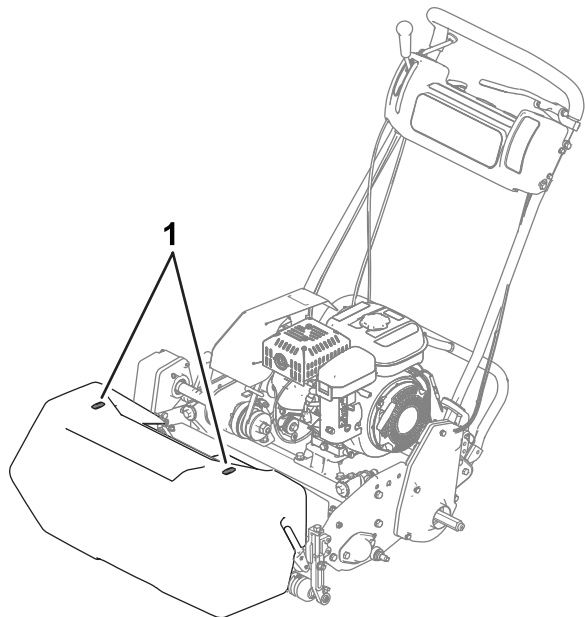

图22
- 为帮助剪草机保持在果岭上的直线操作且和上一道剪草边缘的距离保持均衡应使用集草斗上的对准条 图22。